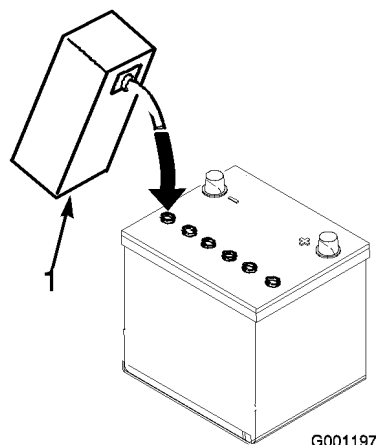

Figure 9
3. Versez de l'électrolyte avec précaution dans chaque élément jusqu'à ce que les plaques soient recouvertes par environ 6 mm de liquide (Figure 9).
4. Attendez environ 20 à 30 minutes pour que les plaques aient le temps de s'imprégner d'électrolyte. Faites l'appoint au besoin pour que le niveau de liquide monte à 6 mm en dessous du creux de remplissage (Figure 9).